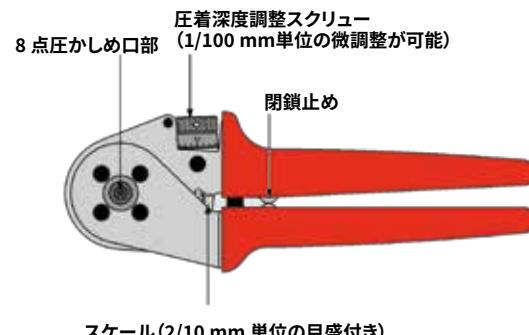

図. 5 - 手動工具
- コンタクトと光ファイバーケーブルを共に圧着工具（CLPZ R、図5参照）の圧着開口部内にできるだけ奥まで挿入すると同時に、光ファイバーケーブルとコネクタに軽く圧力をかけ、工具が開放音が聞こえるまで締めて下さい。